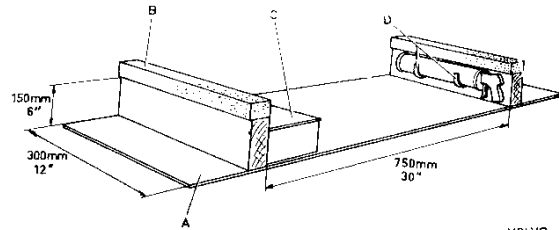

Fig. 8-21. Steun voor de voorruit tijdens het monteren
1. Plaats de voorruit op een standaard, zoals Fig. 8-21 laat zien, waarin zich een opbergplaats voor de veter, stopmessen, enz. bevindt en waaraan ophanghaken voor de kitspuit gemaakt kunnen worden. Bevochtig de buitenrand van de voorruit en breng de rubber strip aan beginnende bij één van de hoeken. Schuif de strip zo dat deze rondom goed ligt.